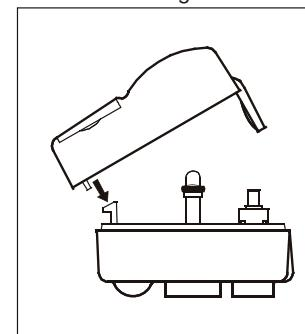

Fig. 3
3. Påsæt overdel (lav indgreb med underdel, for at sikre tæthed) og montér skrue med skruetrækker. Fig. 3 og 4.
- Montér overdel og skrue. Fig. 3 og 4.